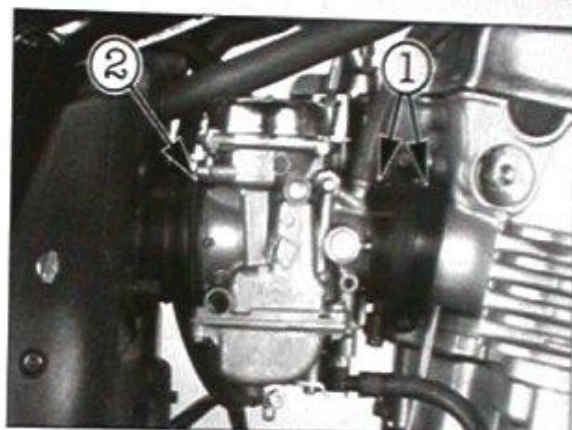

Bild 82
- Schlauchbänder zwischen Zylinderkopf und Vergasern/Luftfiltergehäuse und Vergasern lokern (Bild 82).